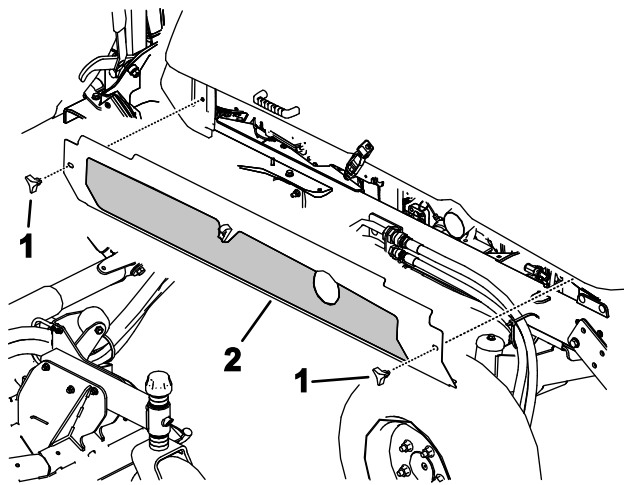

Figura 101
4. Afloje los pomos y retire las cubiertas laterales (Figura 101).
5. Instale las cubiertas laterales (Figura 101).